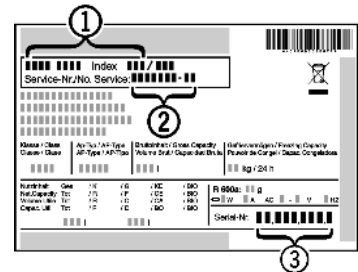

Fig. 10
- ▶ Identificați denumirea aparatului *Fig. 10 (1)*, numărul de service *Fig. 10 (2)* și numărul de serie *Fig. 10 (3)* pe marca de fabricație. Marca de fabricație se află pe partea stângă în interiorul aparatului.
- ▶ Informați serviciul de asistență a clienților și comunicați tipul defecțiunii, denumirea aparatului *Fig. 10 (1)*, numărul de service *Fig. 10 (2)* și numărul de serie *Fig. 10 (3)*.